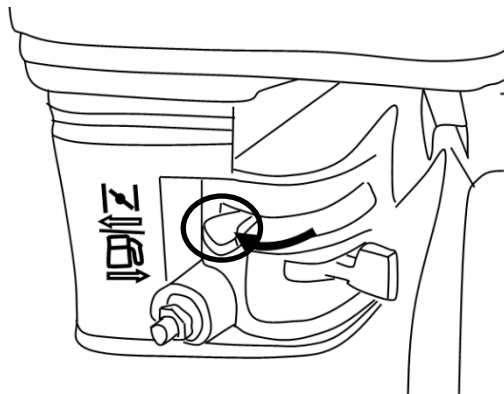

Abb. 11
C. Schieben Sie den Chokehebel in die Position „CLOSE“ (geschlossen). (Abb. 11)